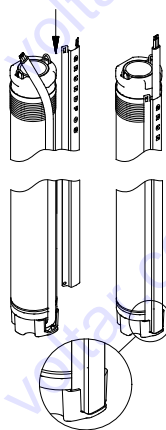

Fig. 9
2. Placér kabelbeskytteren i indhakket i kabelstikket. Kabelbeskytterens to flige skal gå i indgreb med den øverste kant af pumpe svøbet. Se fig. 9.